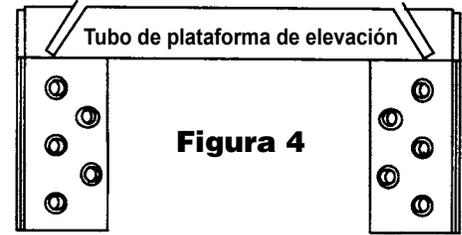

Figura 4
4. Empuje la plataforma de elevación debajo de la llanta hasta que el tubo de la plataforma de elevación llegue a la rueda. Consulte la Figura 4.